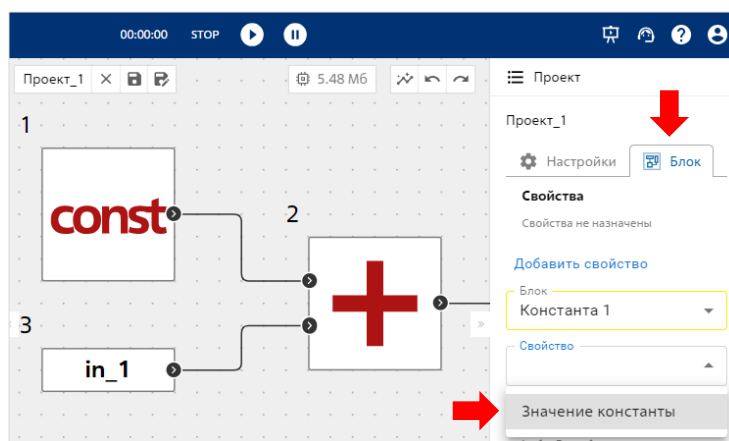
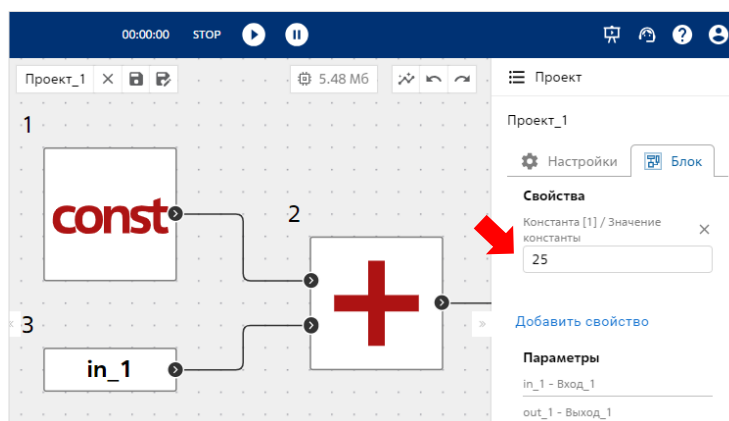

Рисунок 46 – Пример определения внешних свойств для блока «Константа 1»
Рисунок 47 – Присвоение свойств и значения 25 для блока «Константа 1»
На этом шаге нужно определить какие блоки из подпроекта «Проект_1» будут являться «внешними», то есть свойства которых можно изменять на уровне «Проекта_2». Пусть этим «внешним» блоком будет блок №1 Константа  (см. Рисунок 46) при выборе наименования «Константа 1» из выпадающего меню в правой панели Приложения во вкладке «Блок».
Следующим шагом необходимо определить свойства и значение. Например, зададим число 25 для этого выбранного блока (см. Рисунок 46 и Рисунок 47). Чтобы все назначения начали действовать, следует сохранить изменения для «Проект_1» нажав иконку  .
Для того, чтобы убедиться в правильности работы блока №2 «PRJ» на уровне «Проекта_2», необходимо запустить расчет, нажав иконку . Но прежде разложим логику работы блока «Сумматор» (см. Рисунок 47). Блок «Сумматор» произведет сложение из двух источников:
- 1) значение константы блока №1 на уровне Проекта_1 (равно 25 (см. Рисунок 47));